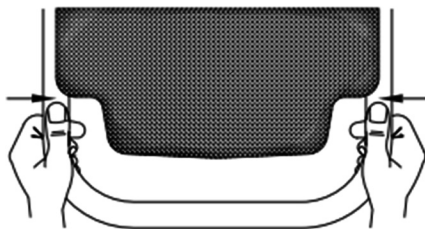

Fig. 8 – Segurando o equipamento durante a operação
- a. Com o motor ligado, conforme instruído anteriormente, e a temperatura de funcionamento, acelere o equipamento até atingir a velocidade desejada, segurando a alça firmemente. Para assegurar um controle e um desempenho otimizados e um nível mínimo de vibração mão/braço, segure a alça com as duas mãos (Fig. 8).